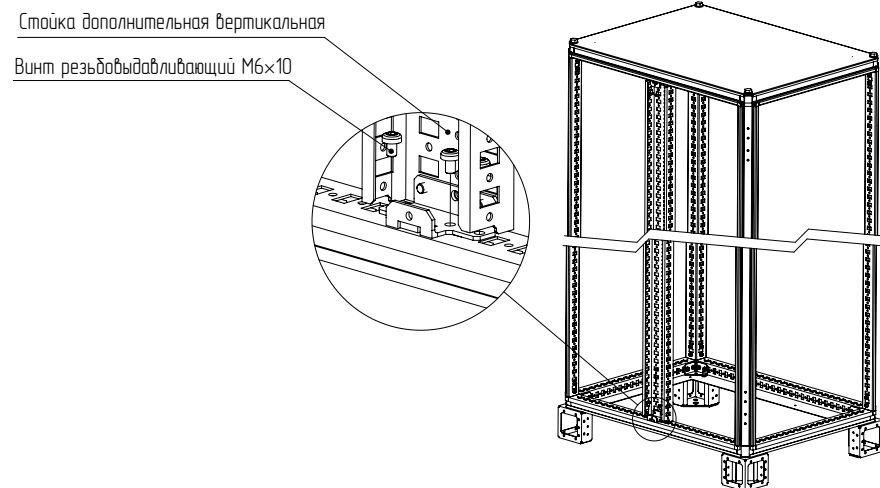

Рисунок 14
4.3.4 Установить стойку дополнительную вертикальную в каркас и закрепить винтами М6х16 (рисунок 14). Момент затяжки – 7 Н·м.